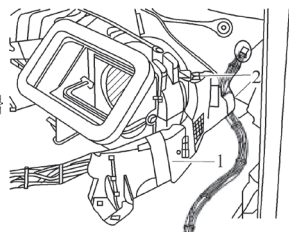

图 5-17 取出空调暖风装置
14) 如图5-17所示, 旋出螺栓2, 从空调暖风装置上脱开线束支架1。从车辆中取出空调暖风装置。